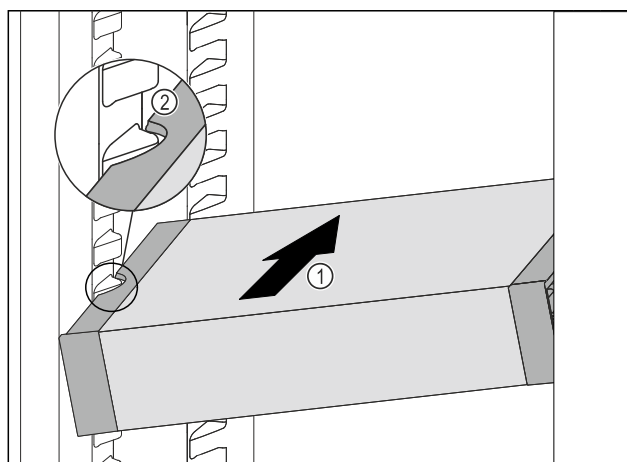

Fig. 101
- Вставити висувний ящик VarioSafe під кутом в охолоджувальне відділення Fig. 101 (1), доки бокові поглиблення Fig. 101 (2) VarioSafe не будуть розташовуватися на рівні ребра для ємності в охолоджувальному відділенні.